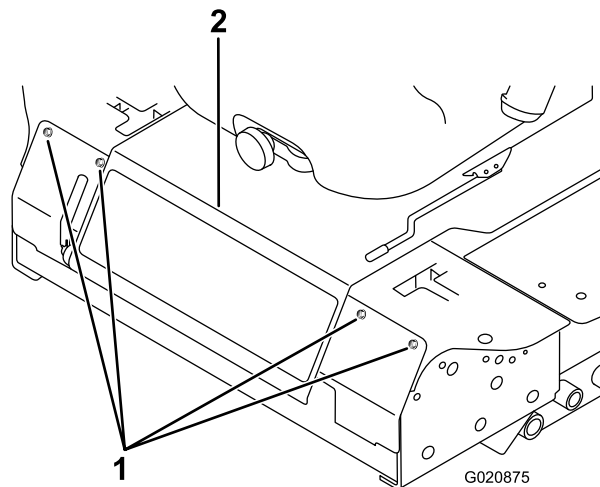

Figura 50
2. Retire os parafusos que fixam o painel dianteiro e retire o painel (Figura 50).